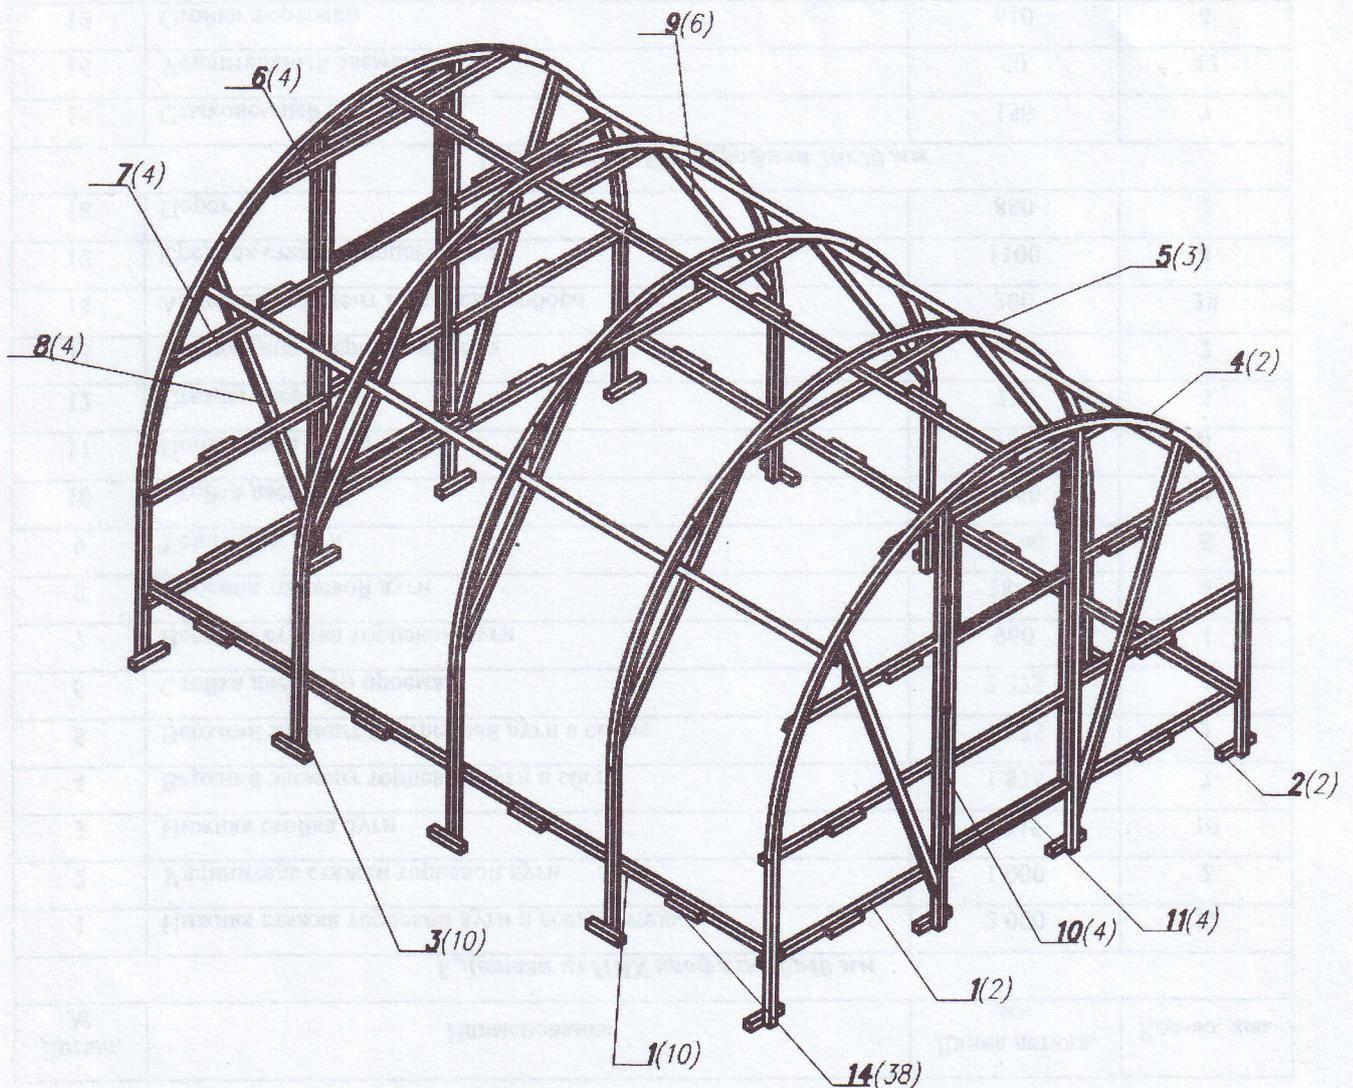
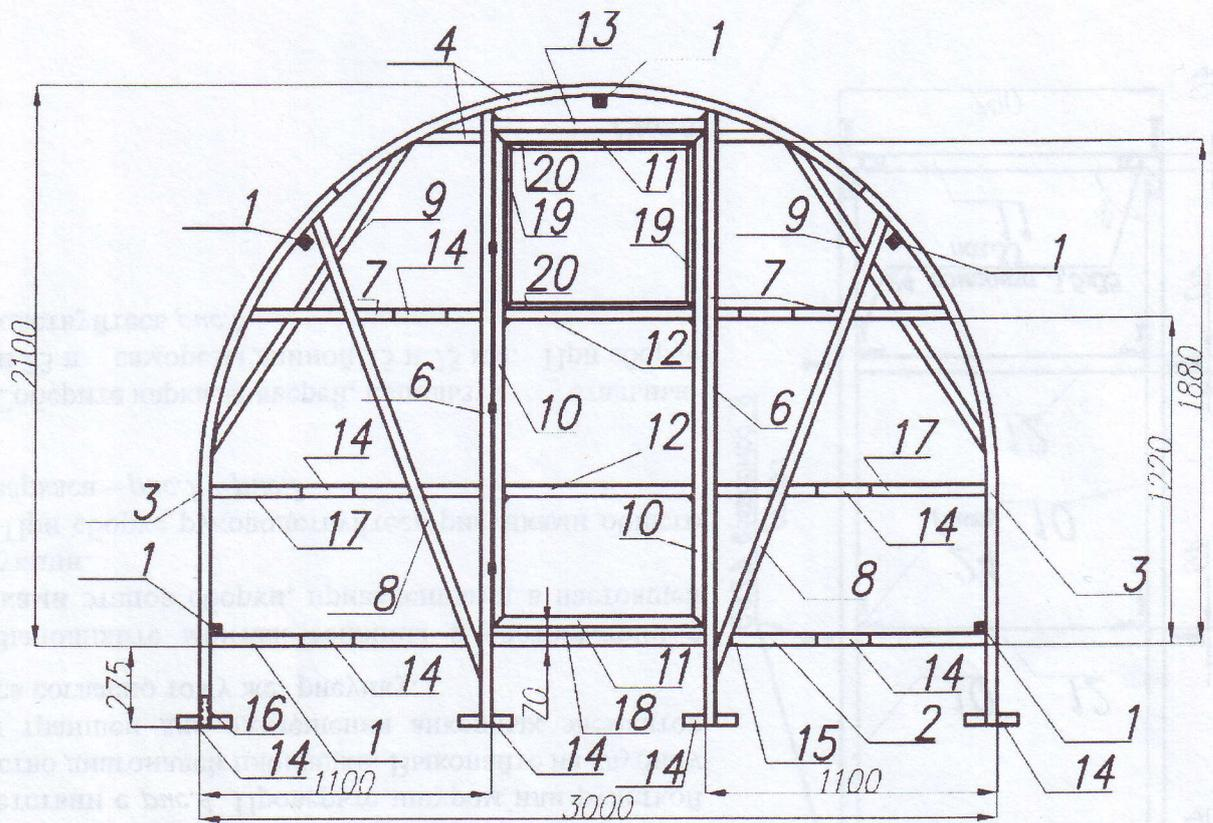
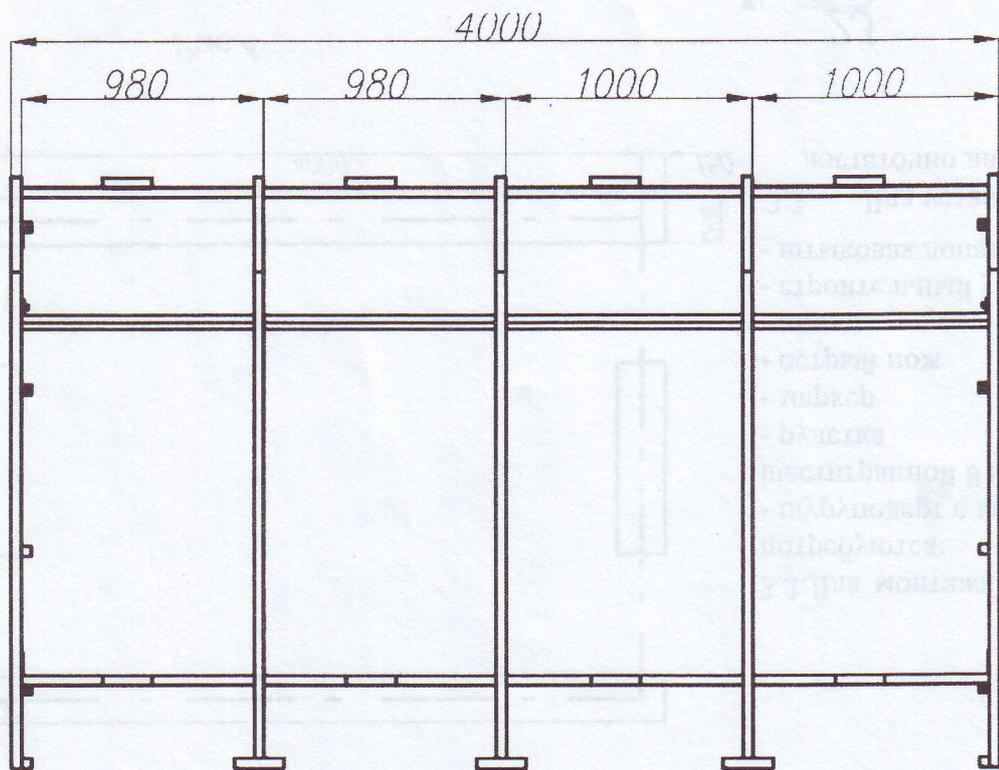

Рис.1
Рис.2
Рис.3
3.1. Общий вид каркаса теплицы представлен на рис.1, рис.2, рис.3. Каркас состоит из нумерованных деталей и элементов (см. Комплект поставки).
3.6. При сборке руководствуйтесь рисунками общего вида каркаса – рис.1 – рис.3.